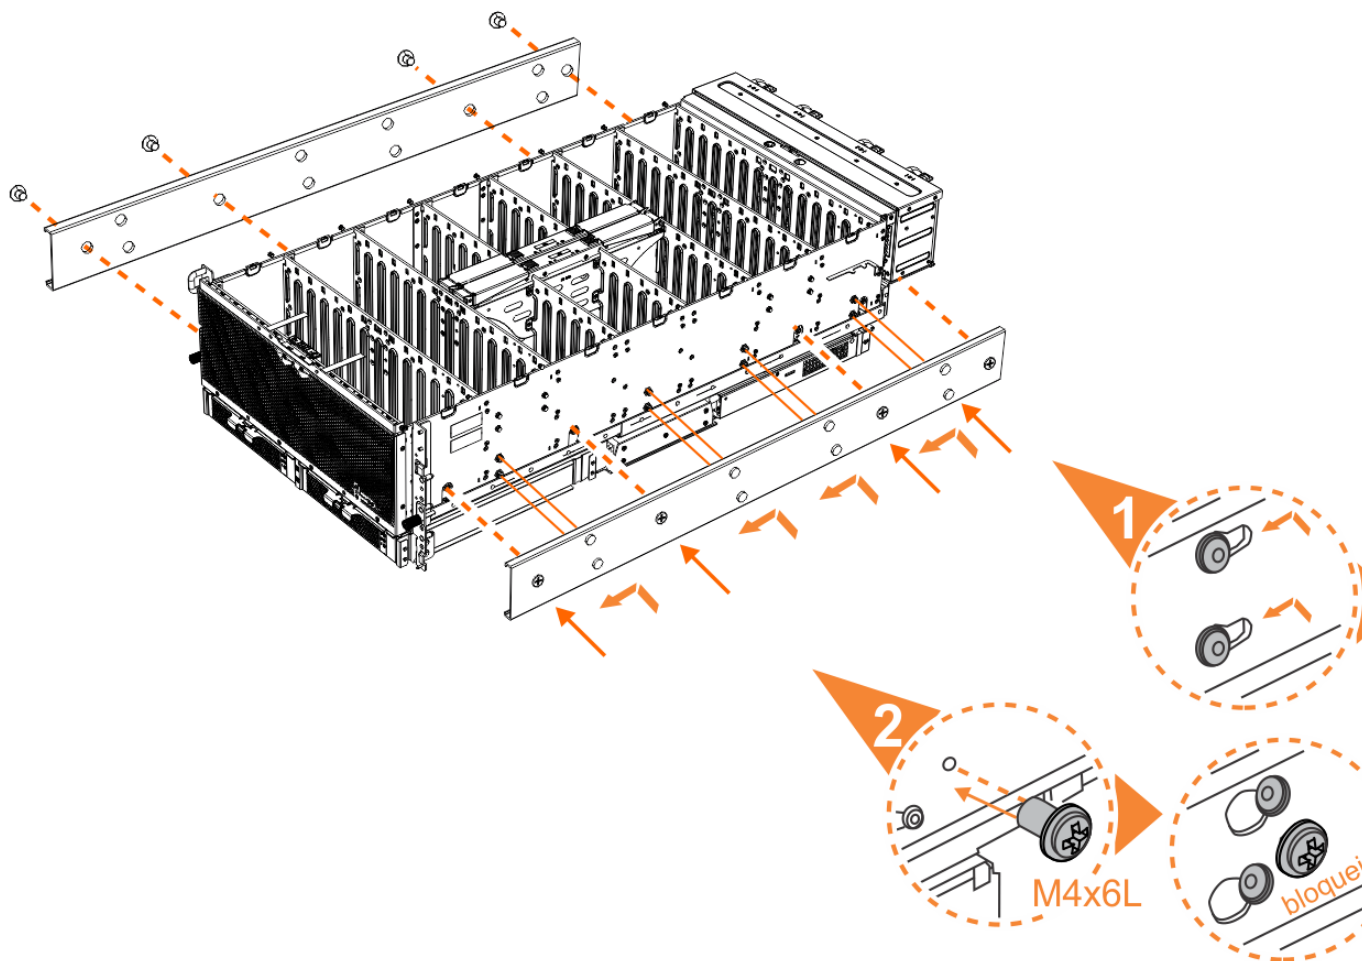

Figura 57. Conectando a seção interna do trilho ao gabinete
5. Instale a seção interna do trilho em cada lado do gabinete de expansão, conforme mostrado em Figura 57 na página 58.